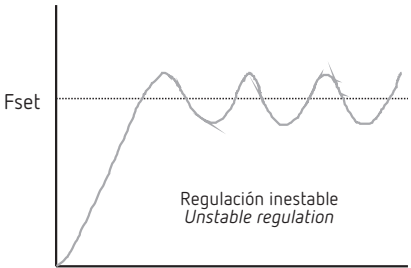
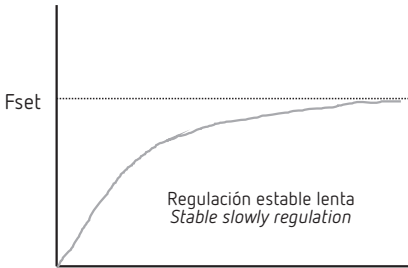
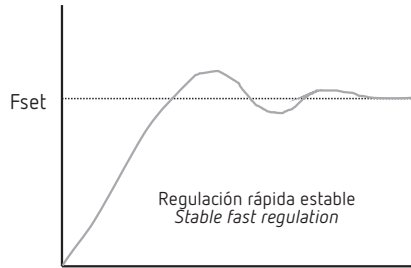

Figura 1 / Figure 1
Figura 2 / Figure 2
Figura 3 / Figure 3
Para controlar la velocidad del motor el **SYNCHRO MAX** utiliza un control proporcional e integral (PI) definido por los parámetros típicos **Xp** (banda proporcional, dentro de la cual el tiempo del pulso en On cambiará proporcionalmente a la desviación en frecuencia de **Fset**) y **tn** (tiempo de acción integral o duración del pulso de control). La adecuada selección de **Xp** y **tn** es muy importante para obtener un rápido y estable control de la velocidad del motor. La selección de estos parámetros se realiza de forma experimental y dependerá de las características de cada instalación. Como regla general, para sistemas donde el regulador de velocidad es muy sensible se seleccionaran valores de **Xp** y **tn** pequeños y en reguladores poco sensible valores grandes. Podemos tomar lo siguientes valores: **tn = 500 msec** **Xp = 2.50Hz** Si la frecuencia oscila alrededor de la **Fset** (**Figura 1**), reducir tn hasta obtener un control estable (**Figura 3**), si por el contrario la frecuencia se acerca lentamente a **Fset** (**Figura 2**) debemos aumentar tn hasta obtener un control estable y rápido (**Figura 3**). A continuación reducir **Xp** hasta que la regulación se vuelva inestable (**Figura 1**), finalmente aumentar de nuevo **Xp** hasta volver a tener estabilidad (**Figura 3**).